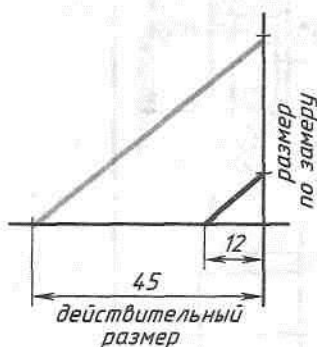

Рис. 258. Угловой (пропорциональный) масштаб
2. Для определения размеров деталей можно воспользоваться пропорциональным масштабом (рис. 258). Например, на рисунке 254 расстояние между центрами отверстий 45 мм. Откладываем эту величину на горизонтальной прямой. Из конца отрезка проводим перпендикуляр. На нем от вершины угла откладываем расстояние между центрами отверстий, но взятое с чертежа в книге. Концы отрезков соединяем прямой (на рисунке она показана другим цветом).